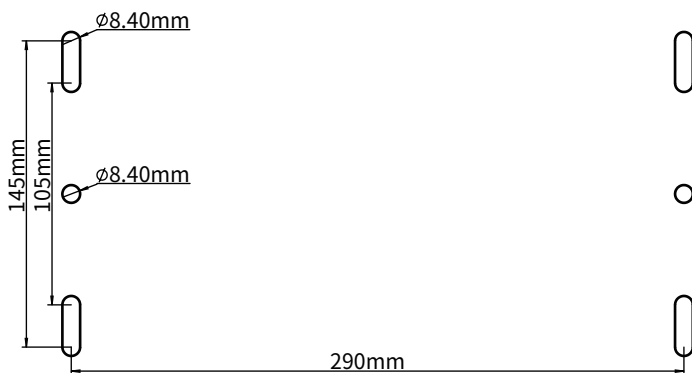

Abbildung 3-8
Schritt 4: Setzen Sie das Treibermodul an der richtigen Stelle auf die Platine und befestigen Sie es mit M8-Schrauben (siehe Abbildung 3-8 für die Befestigungsbohrungen).